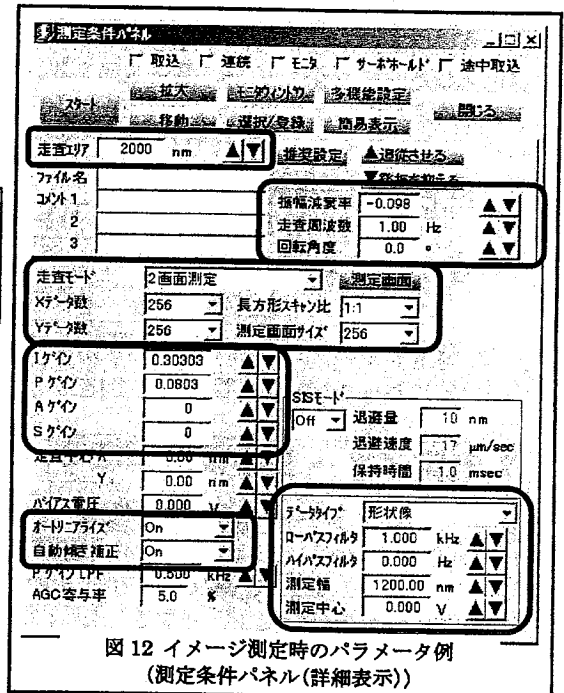

図 12 イメージ測定時のパラメータ例
(図 12 参照)
(7) [測定モードとスキヤナの設定](**図 12**)の[自動測定]で、イメージの測定を「自動測定」で行う場合は「On」